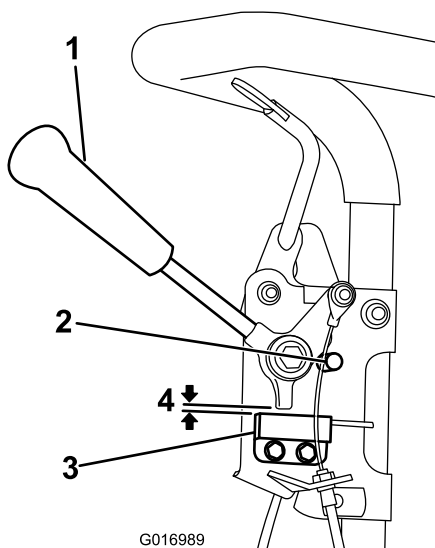

Figura 33
1. Verificate che il motore sia spento e la leva di trazione disinnestata e appoggiata sul fermo in folle (Figura 33).
2. Allentate i dispositivi di fissaggio del microinterruttore di sicurezza (Figura 33).
3. Inserite uno spessore di 0,812 mm fra la leva della trazione ed il microinterruttore di sicurezza (Figura 33).